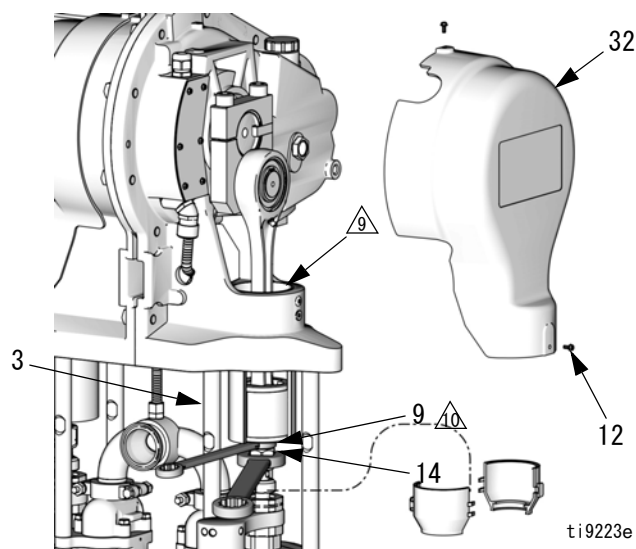

図 14. 結合ナットの取り外し
1. モーターを小刻みに運転し、修理中の側にあるポンプをそのストロークの下端に移動します。これにより結合ナット (14) へのアクセスが可能になります。
4. 2 つのネジ (12) とカバーを取り外します。図 14 ではモーターの反対側にあるカバー (32) が図示されています。モーター側のカバーは (21) です。